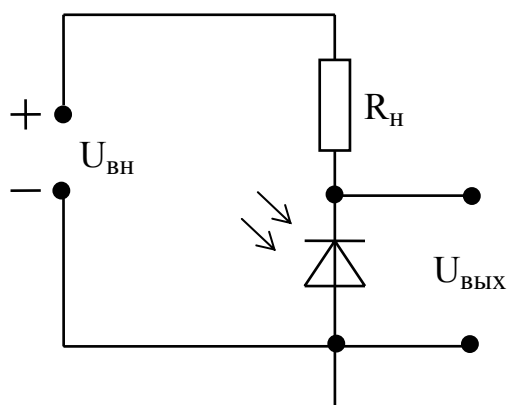

Рис. 8
2) с внешним источником электрической энергии (фотодиодный или фотопреобразовательный режим) (рис.8).